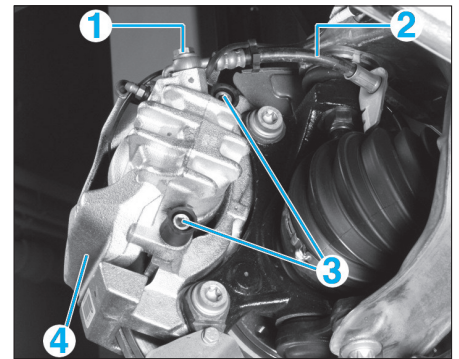
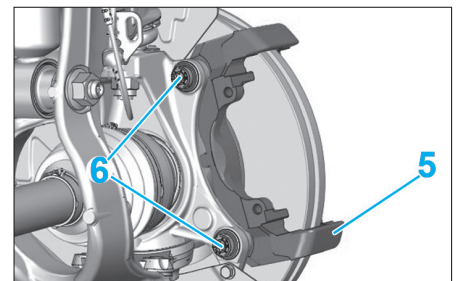

Fig. 8
Fig. 9
- la vis de fixation (1) du flexible de frein (2) (Fig.8),
- Ecarter le flexible de frein (2).
- Déposer les vis de colonnette (3).
- Dégager l'étrier de frein (4).
- les vis (6) (Fig.9),
- le support d'étrier de frein (5).